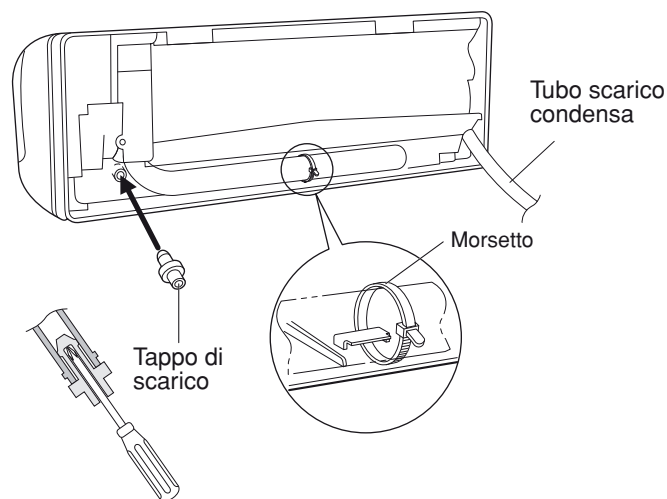

Fig. 40a
- (d) Riallacciare il tubo flessibile di scarico sul lato sinistro e il tappo di scarico sul lato destro. (Fig. 40a)
- (3) Installare l'unità interna sul pannello posteriore.
- (4) Collegare all'interno tubazione e cavo elettrico provenienti dall'esterno.
- (5) Dopo aver eseguito una prova per fughe, avvolgere assieme le tubazioni usando del nastro adesivo armato, inserirle nell'apposito vano sul retro dell'unità interna e fissarle con dei morsetti. (Fig. 40a e 41a)